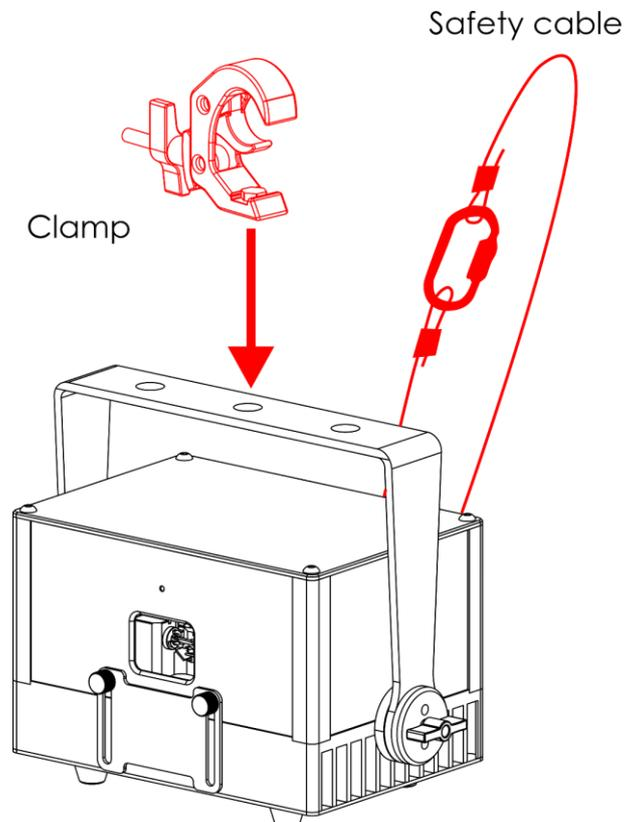

Abb. 11
- 01) Befestigen Sie das Gerät mit einer Schelle an der Tragstruktur, wie in Abb. 11 dargestellt. Stellen Sie sicher, dass sich das Gerät nicht frei bewegen kann.
- 02) Sichern Sie das Gerät mit einer Sekundäraufhängung, z. B. einem Sicherheitskabel. Stellen Sie sicher, dass die Sekundäraufhängung das 10-fache Gewicht des Geräts tragen kann. Wenn möglich, sollte die Sekundäraufhängung unabhängig von der Primärhalterung an der Tragstruktur befestigt werden. Führen Sie das Sicherheitskabel durch den **Sicherheitsring (20)** wie in Abb. 11 gezeigt.